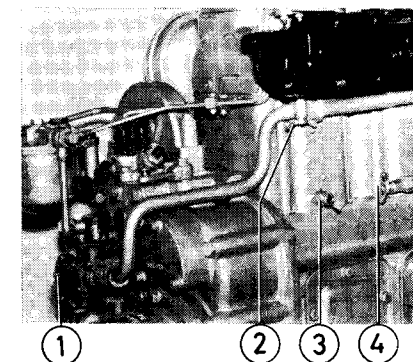

Fig. 6. Kylvattenavtappning.
1. Öppna dräneringskranarna på cylinderblockets styrbordssida (3 och 4, fig. 6).
2. Öppna avtappningskranen på undersidan av avgasröret (2).
3. Stäng bottenkranen och lossa locket på sjövattpumpen (1) och se till att tryckledningen för kylvattnet dräneras.